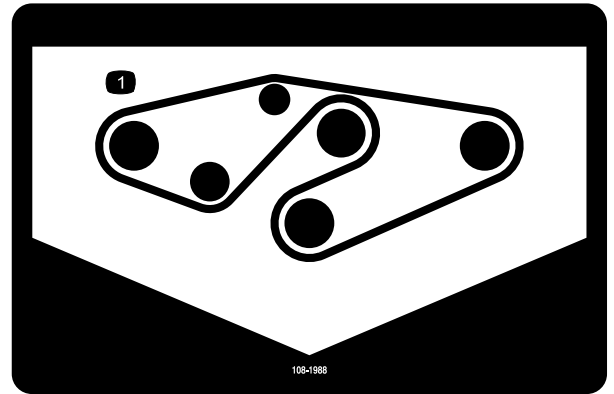

图 35
- 如图 35 所示绕着花键皮带轮和怠轮皮带轮组件摆放新皮带。